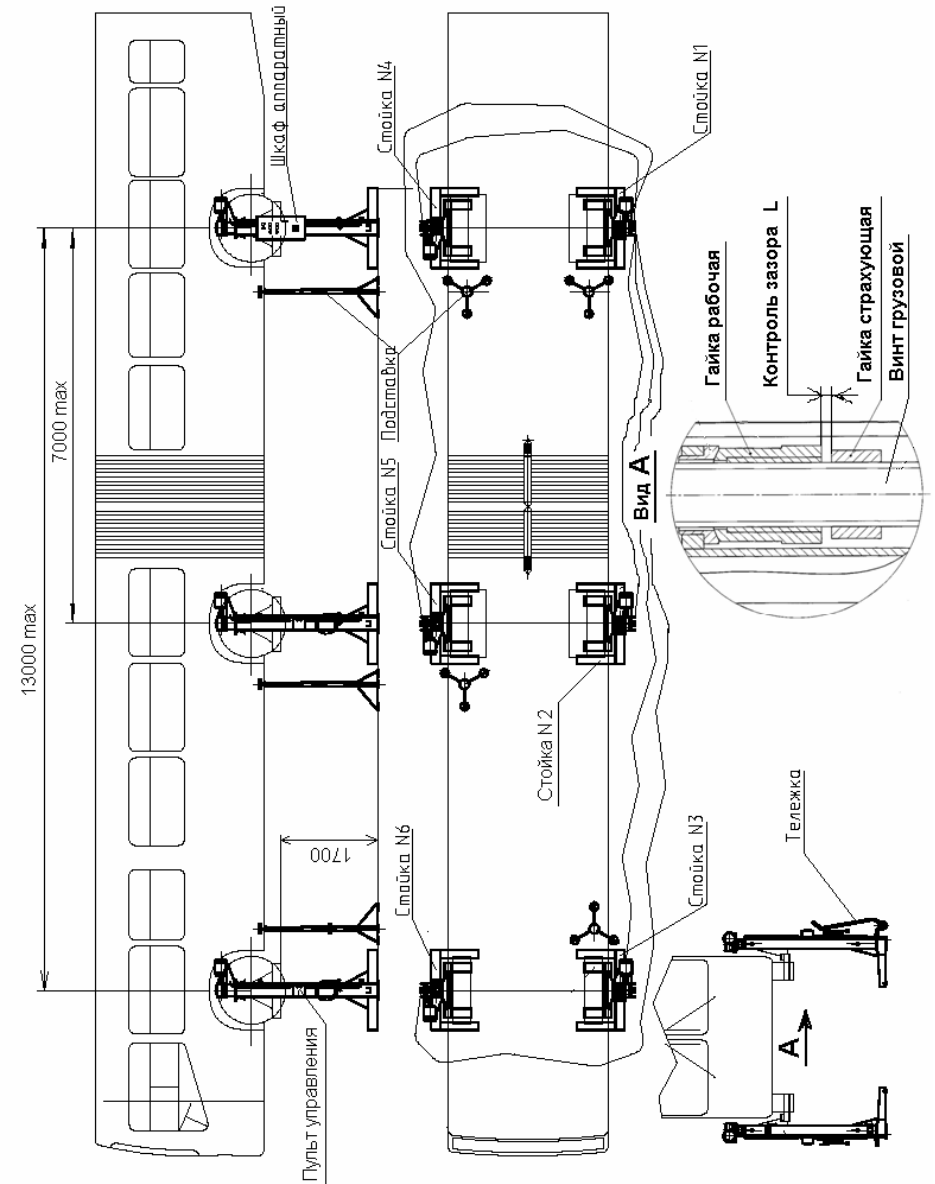
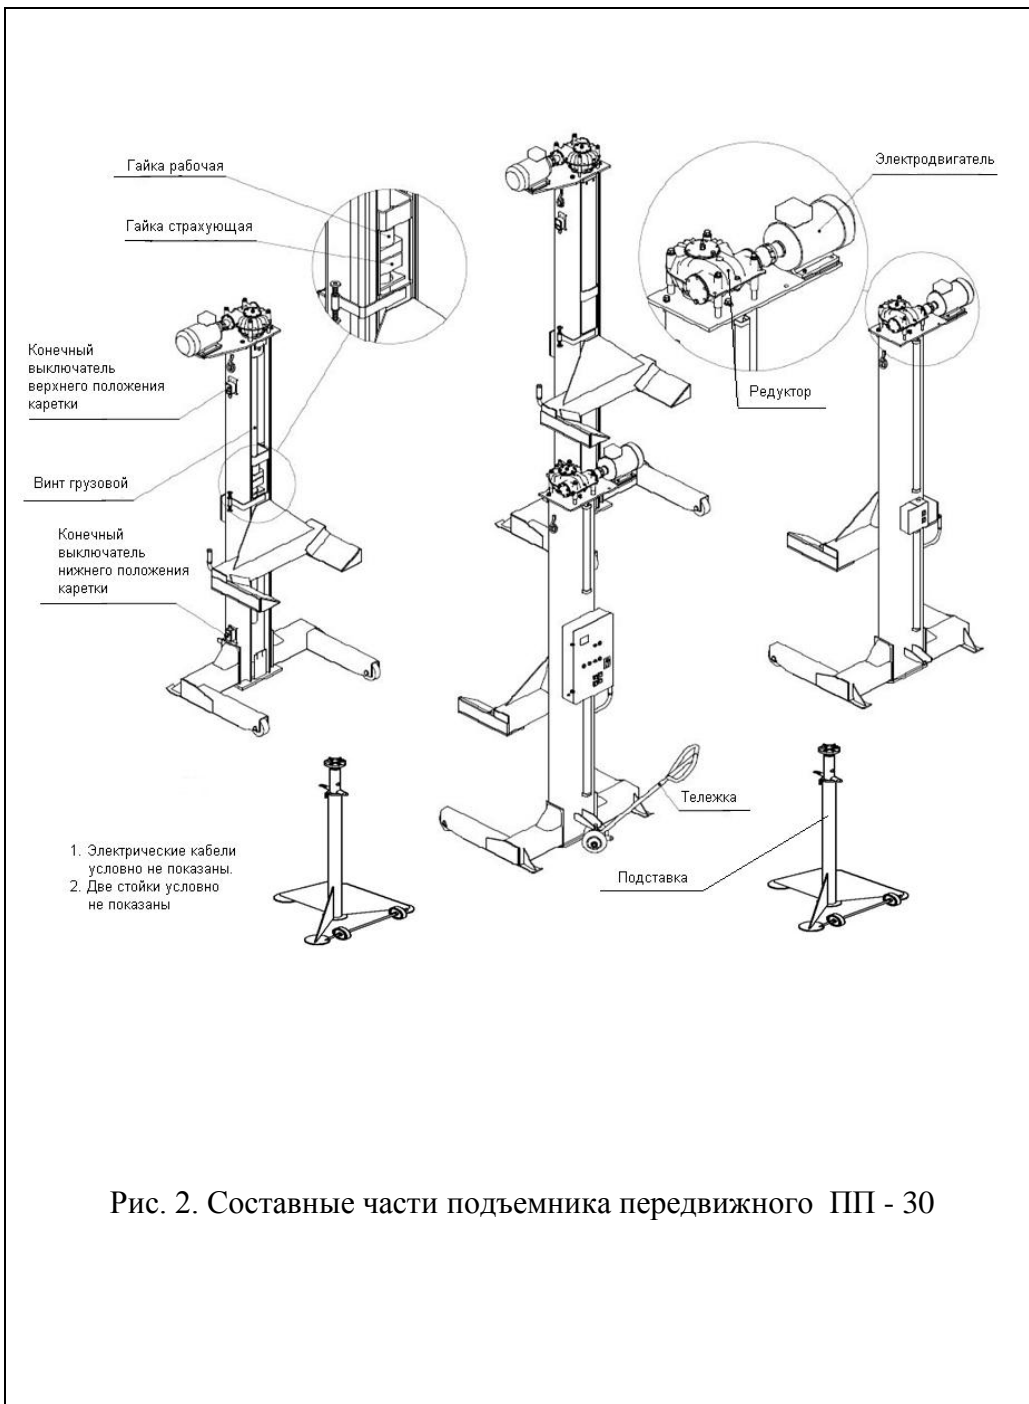

Рис. 1. Подъемник передвижной ПП-30
Рис. 2. Составные части подъемника передвижного ПП - 30
4.1. Подъемник состоит из шести стоек (см. Рис.1 и Рис.2), каждая из которых имеет электромеханический привод, каретку, грузовой винт, рабочую и страховую гайки, конечные выключатели верхнего и нижнего положения кареток. На первой стойке установлен шкаф аппаратный, имеющий корпус с панелью электрооборудования, автоматический выключатель, лампочку «Сеть», кнопки «Вверх» и «Вниз» для управления первой стойкой и кнопки «Вверх» и «Вниз» для управления всеми стойками одновременно.
5.23. При длительном ремонте и обслуживании на подъемнике под раму автомобиля или спец. места автобуса для страховки устанавливать подставки (см. Рис.1 и Рис. 2).